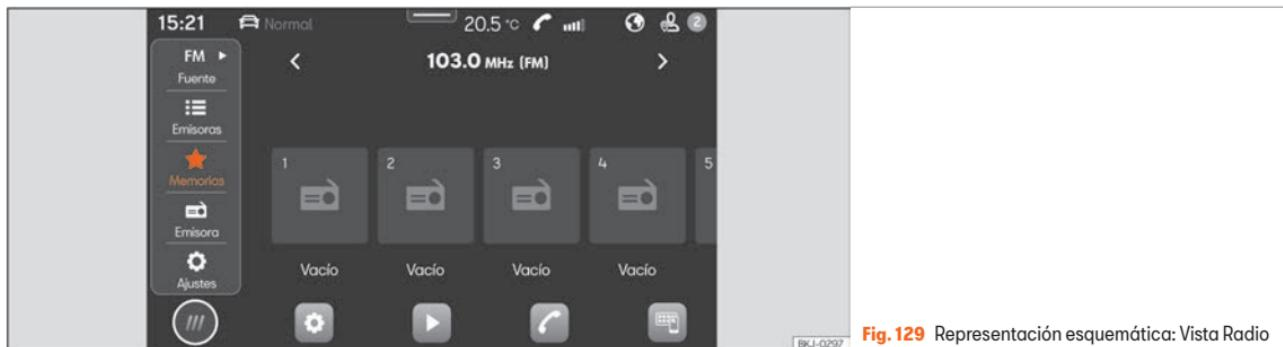

Fig. 129 Representación esquemática: Vista Radio
- Pulse **HOME** > **fig. 129**.